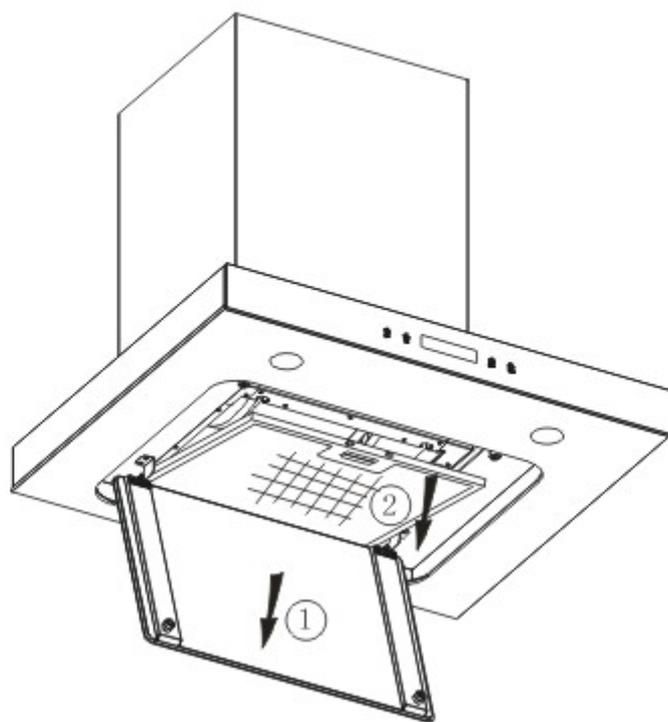

Рис. 6
- Снимите фильтры (см. рис. 6);